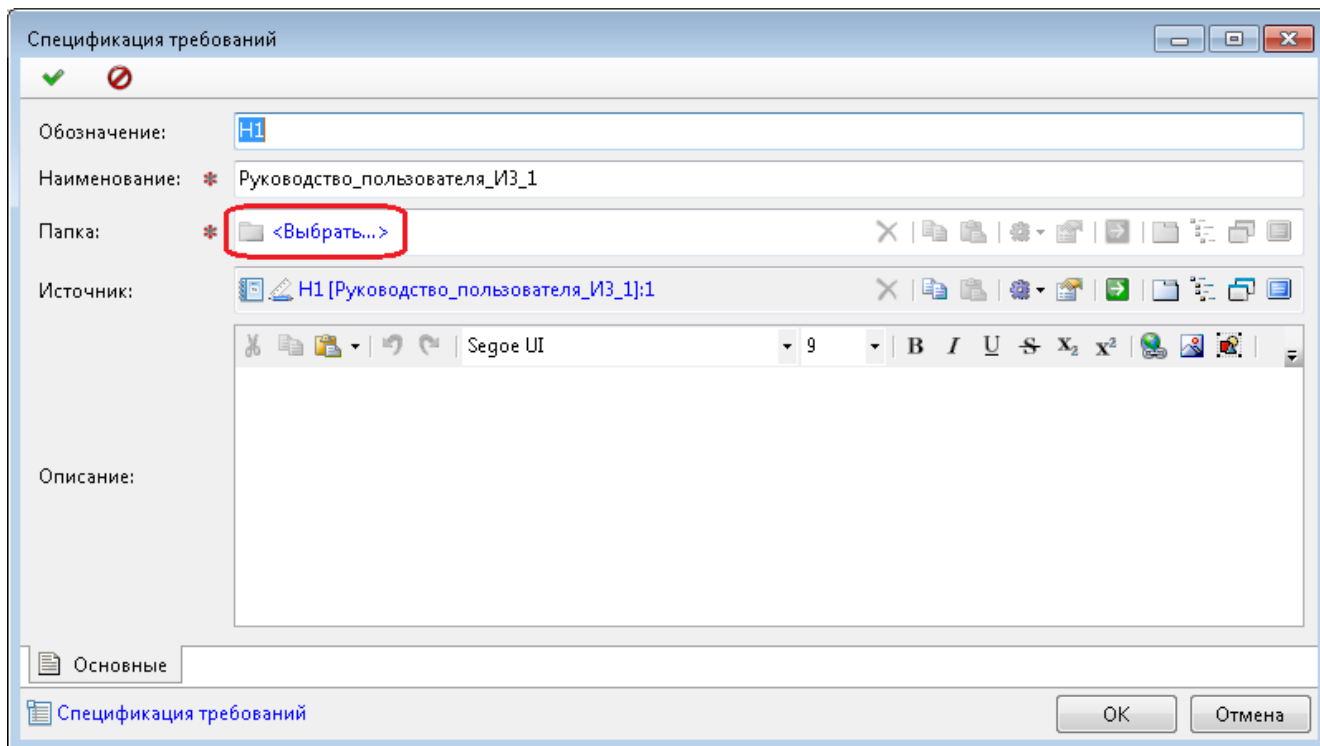

Рисунок 317 — Создание спецификации по набору требований
6.3 в окне создания спецификации в поле «Папка» нажать «Выбрать» (Рисунок 317);